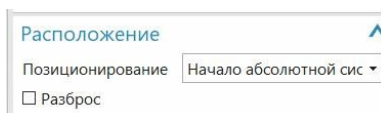

рис.3
- Делаете активным файл **cs_model**, и в него, как в сборку, загружаете все, только что созданные три файла. При этом в диалоговом окне «Добавить компонент», в поле «Расположение» вы должны использовать опцию «Начало абсолютной системы координат» (рис.3).